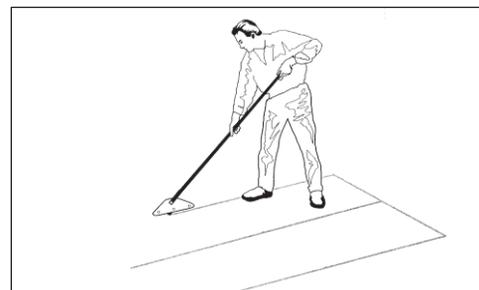

FIG. 9
- Les revêtements de type à feuille de vinyle, vinyle solide, carreau de caoutchouc, toiture en uréthane ou PVC devront être entaillés pour de meilleurs résultats (Figure 9). Buriner le revêtement de sol sur la largeur de la lame.